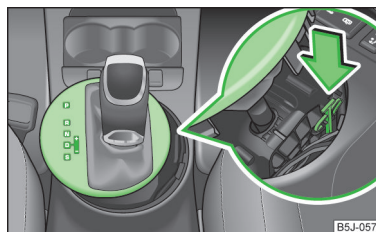

Abb. 94
- Mit einem Finger auf das gelbe Kunststoffteil in Pfeilrichtung drücken » Abb. 94.